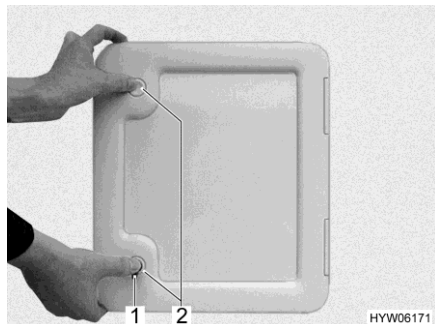

Fig. 275 Portillon pour le réservoir pour matières fécales
- Ouvrir le portillon pour le réservoir pour matières fécales à l'extérieur du véhicule. Insérer pour cela la clé dans le barillet du verrou de pression (Fig. 275,1, Fig. 276,1 ou Fig. 277,1) et la tourner d'un quart de tour.
- Si existant : Appuyer du pouce et simultanément sur les deux verrous de pression (Fig. 275,2 ou Fig. 277,2) et ouvrir le portillon.